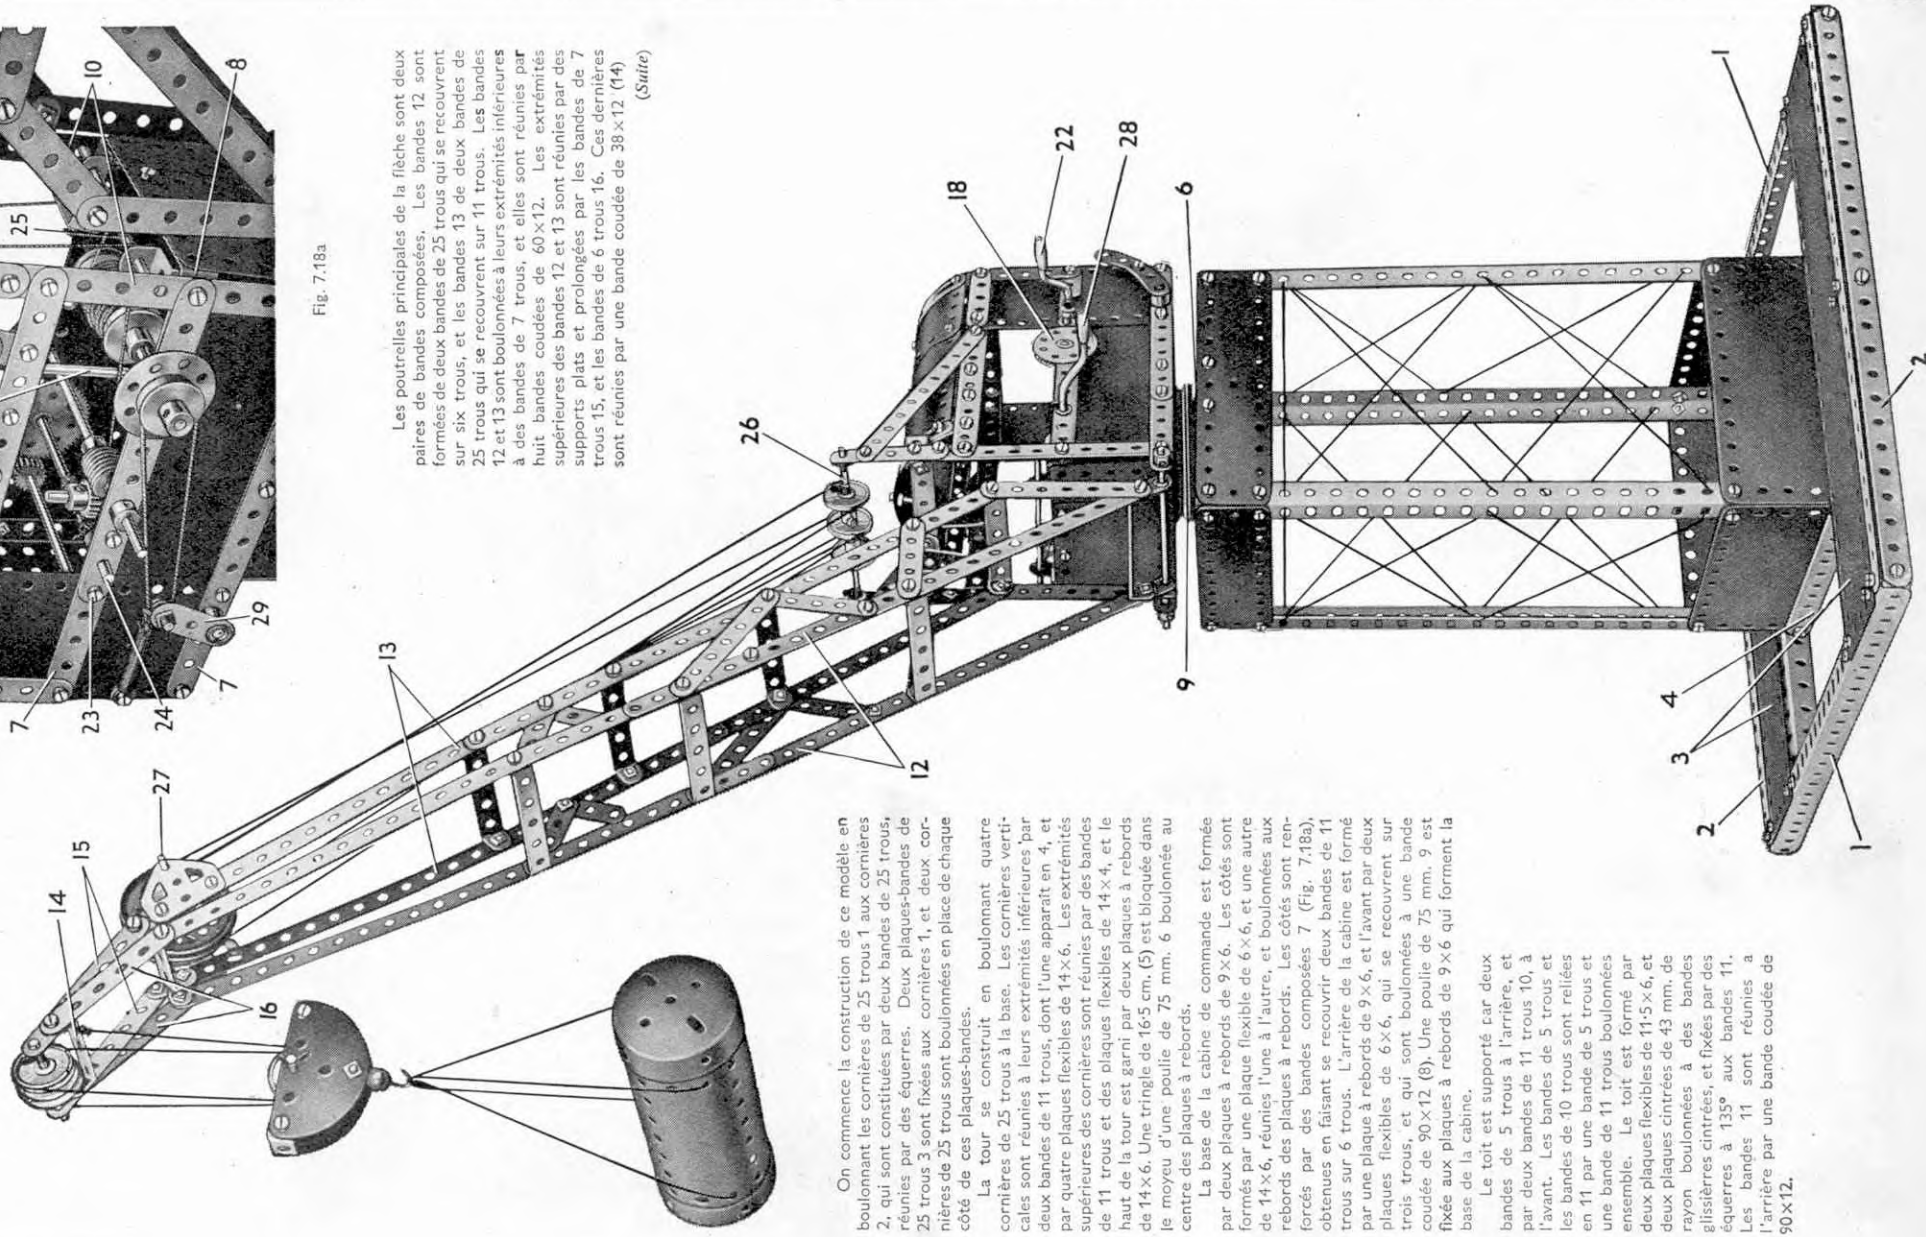

Fig. 7.18a
La base de la cabine de commande est formée par deux plaques à rebords de 9x6. Les côtés sont formés par une plaque flexible de 6x6, et une autre de 14x6, réunies l'une à l'autre, et boulonnées aux rebords des plaques à rebords. Les côtés sont renforcés par des bandes composées 7 (Fig. 7.18a), obtenues en faisant se recouvrir deux bandes de 11 trous sur 6 trous. L'arrière de la cabine est formé par une plaque à rebords de 9x6, et l'avant par deux plaques flexibles de 6x6, qui se recouvrent sur trois trous, et qui sont boulonnées à une bande coudée de 90x12 (8). Une poulie de 75 mm. 9 est fixée aux plaques à rebords de 9x6 qui forment la base de la cabine.
La tringle 5 (Fig. 7.18a) passe dans la poulie 9 et dans le trou central d'une bande de 5 trous fixée par des embases triangulées coudées aux bandes 11. L'une de ces embases apparaît en 17. La flèche et la cabine pivotent quand on tourne la roue barillet 18. Celle-ci est fixée sur une tringle de 13 cm. qui porte une vis sans fin qui engrène avec un pignon de 19 dents fixé sur une tringle verticale de 9 cm. Cette tringle est montée dans la base de la cabine, et dans une équerre de 25x25 boulonnée à l'une des bandes 7. Une poulie de 12 mm. fixée sur l'extrémité inférieure de la tringle de 9 cm. est reliée par une courroie de transmission à la poulie de 75 mm. 6; la petite poulie se trouve sous la cabine.